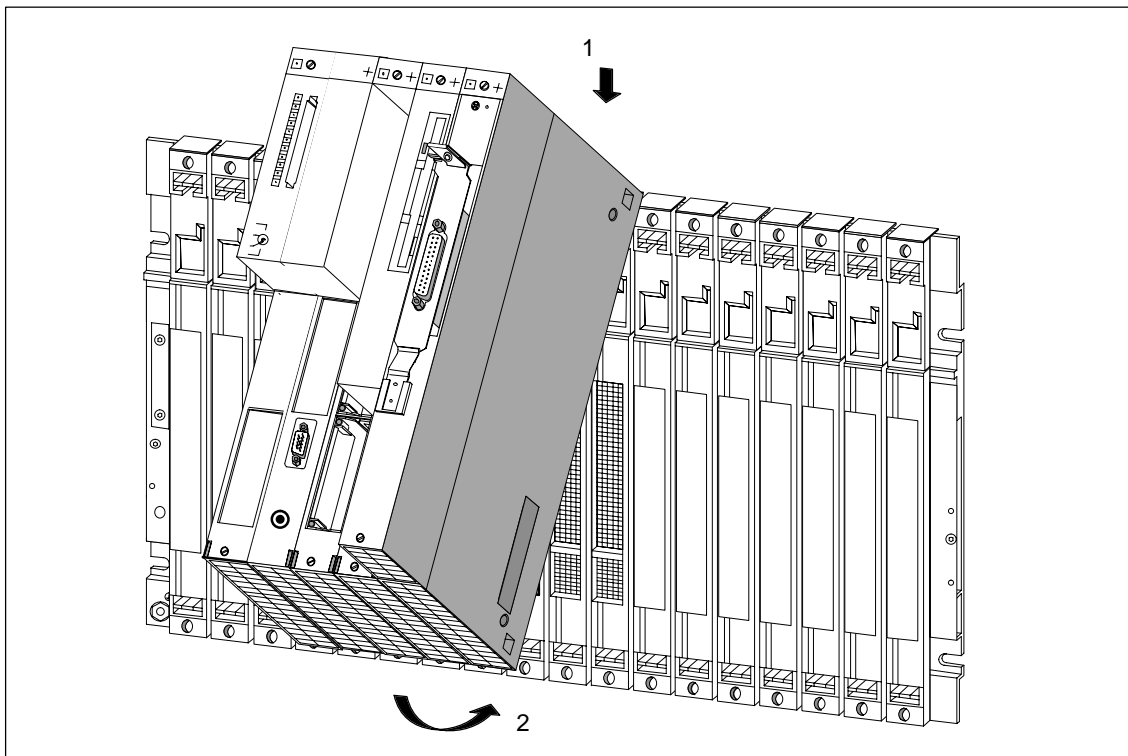

Bild 8-12 Baugruppenverbund aus CPU-Baugruppe und Erweiterungen einhängen und einschwenken
3. Hängen Sie den Baugruppenverbund ein und schwenken Sie diesen nach unten (siehe Bild 8-12).
Hängen Sie den Baugruppenverbund ein (1) und schwenken Sie ihn nach unten (2). Bild 8-12 zeigt, wie Sie einen Baugruppenverbund auf einen Baugruppenträger einhängen und einschwenken.